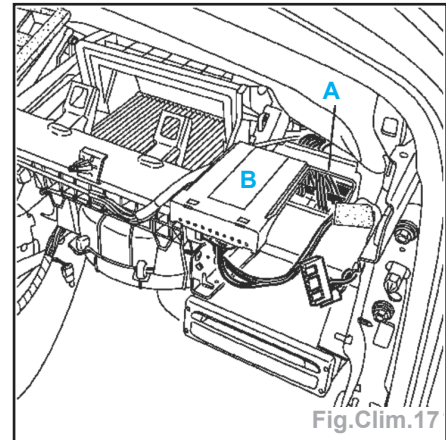

Fig.Clim.17
- le Boîtier Fusibles / Relais Options (A) (Fig.Clim.17),
- la synthèse de parole (B).